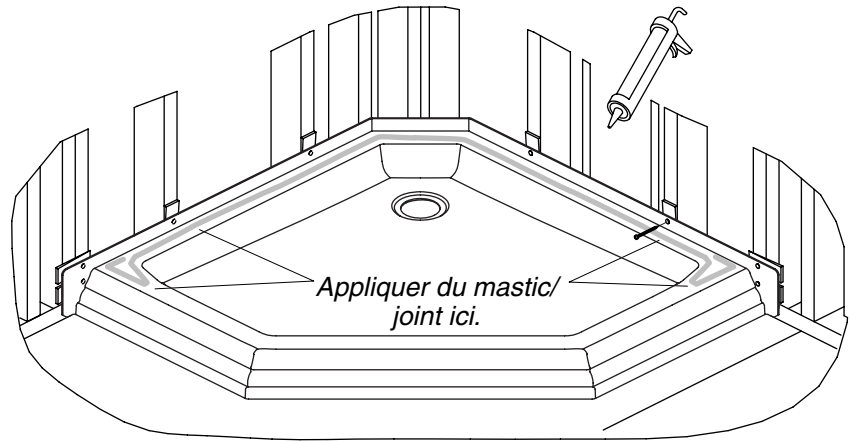

Figure 2
- Caler si nécessaire chaque montant et finir de clouer le bac en place en utilisant les orifices pré-perçés. (Figure 2)
- Fixer des tasseaux sur les montants afin d'assurer que l'installation du panneau mural soit rectiligne et nivelé. (Figure 2)